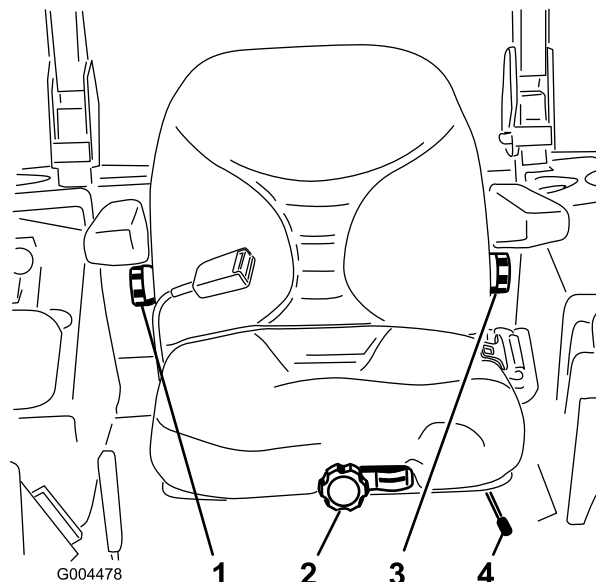

Рисунок 14
Не занимая сиденье, поворачивайте головку регулировки положения сиденья в любом направлении для достижения максимального комфорта (Рисунок 14).
1. Для регулировки передвиньте рычаг вбок, чтобы разблокировать сиденье (Рисунок 14).
Для регулировки поворачивайте головку регулировки под правым подлокотником в любом направлении для достижения максимального комфорта (Рисунок 14).
Для регулировки поворачивайте головку регулировки под левым подлокотником в любом направлении для достижения максимального комфорта (Рисунок 14).